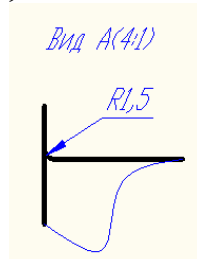

Рис. 4.6. – Результат команд Копировать, Сплайн, Обрезать
7. Вызвать команду Сплайн, а затем Обрезать (см рис. 4.6).